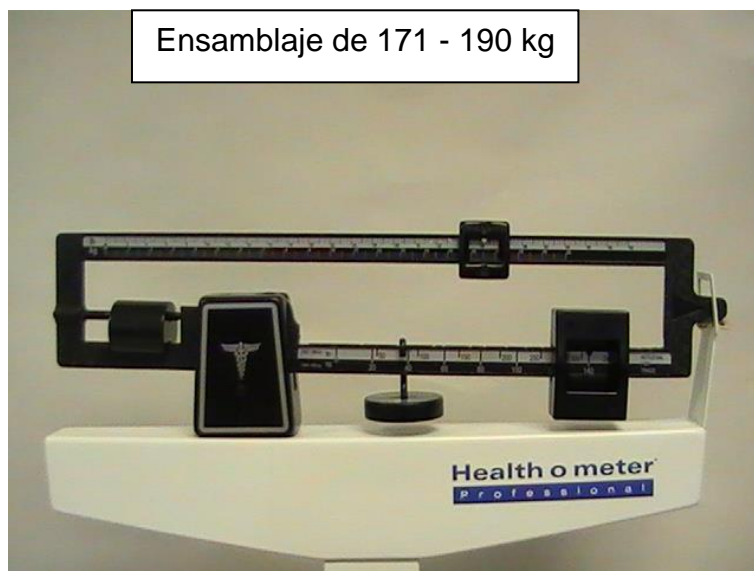

Figura 19
1. Cuando un paciente pese entre 171 - 190 kg, coloque el peso inferior en 140 kg. (Ver Figura 19 en la página 20)